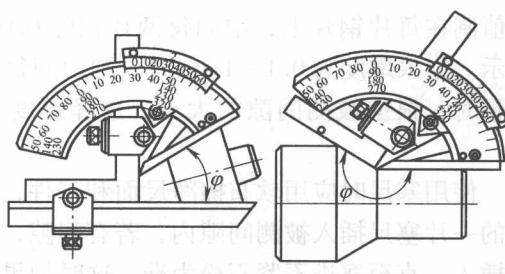

图 2-14 游标万能角度尺的应用
3. 游标万能角度尺测量方法 如图 2-14 所示, 测量时, 要注意先校对零位 (方法是当角尺与直尺装上, 且角尺的底边及基尺均与直尺无间隙时, 主尺与游标的“0”线对准) 再移动主尺作粗、微移动, 使游标万能角度尺刻度的两测面与所测表面紧密接触, 最后固定主尺, 可测量  $0^\circ \sim 320^\circ$  范围的任意角度。